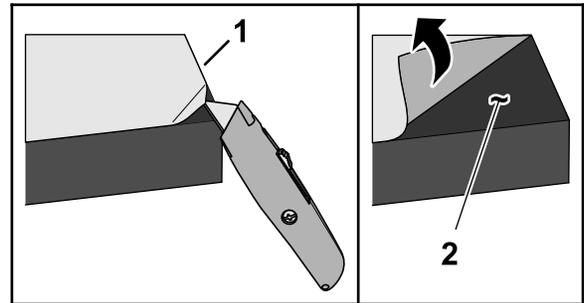

Figure 3
3. Retirez la pellicule protectrice de la face portant l'adhésif sensible à la pression (PSA) des 2 plaques isolantes, comme montré à la Figure 3.